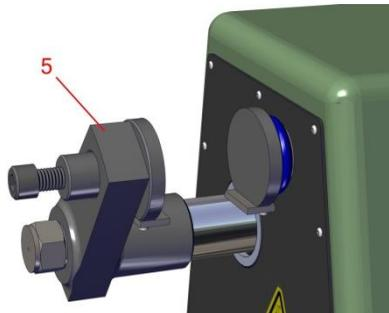

Figura 5.3.1
1. Instale el Soporte de Mordaza Ajustable provisto con la Mordaza de Resistencia a la Partición sobre el Brazo Movable Portamordaza (Figura 5.3.1, Ítem 5) de la Máquina Universal de Ensayos.
2. Alilnee las tuercas localizadas en la parte posterior de las mordazas de fuerza a la partición con los agujeros localizados sobre el Brazo Movable Portamordaza (Figura 5.3.1, Ítems 5) y el Soporte Estacionario de Mordaza (Figura 7.3, Ítem 11). Suavemente deslice las mordazas sobre el Brazo Movable Portamordaza y el Soporte Estacionario de Mordaza.